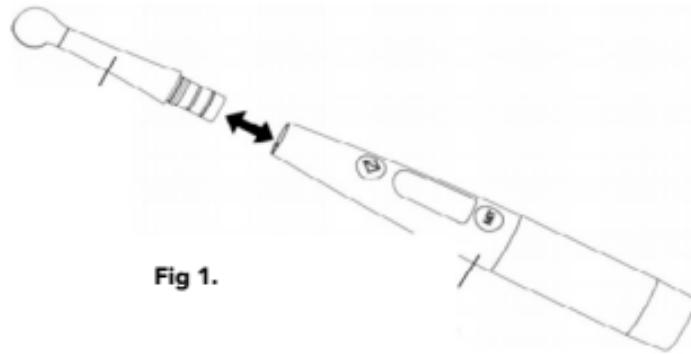

Fig 1.
1. Comme le montre la Figure 1 ci-dessous, la tête de la machine peut être tirée et insérée dans la poignée dans le sens de la flèche ; l'insertion de la tête de la machine nécessite un peu de force. Lorsque la tête est complètement enfoncée dans la poignée, il y aura un « clic » net ; tirez la tête avec un peu de force lorsque vous avez besoin de la retirer